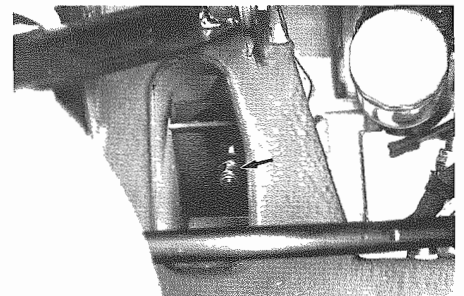

Fig. 55 - Viti di fissaggio laterale motore - Side engine screws
- Allentare le viti di fissaggio laterale motore (**Fig. 55**).
- Loosen side engine screws (**Fig. 55**).